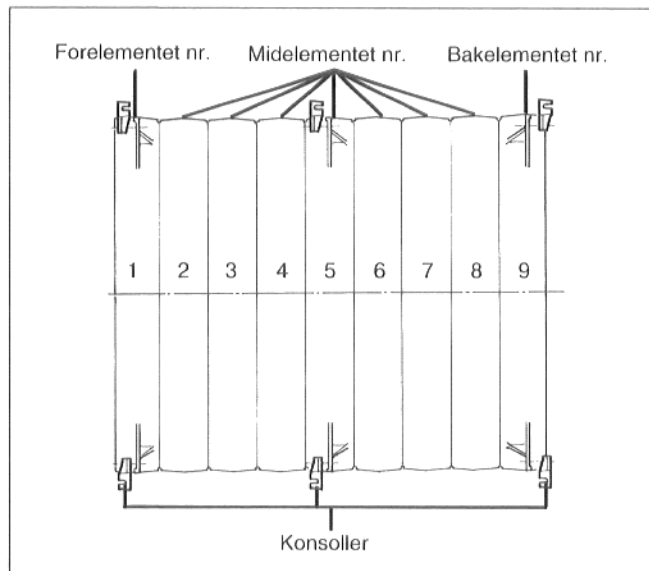
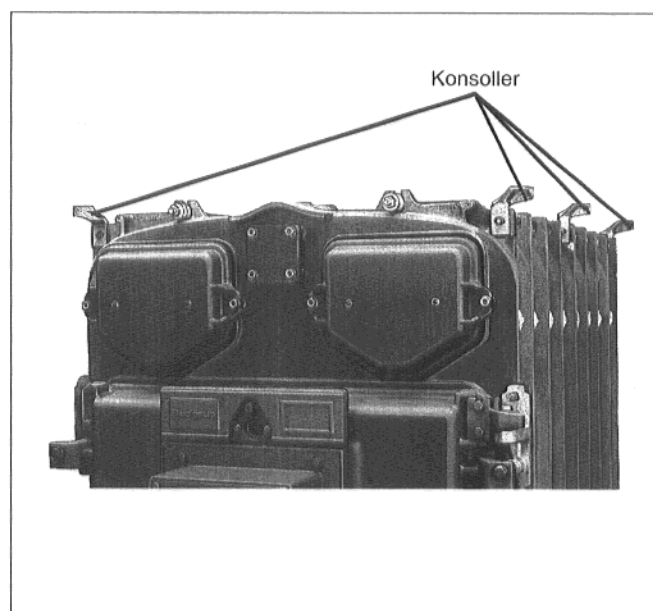

Fig. 33 Sett ovenfra, kjeleblokk 9 elementer med konsoller
Fig. 35
- Konsollene for kjelemantelen skrues løst på venstre og høyre side av de øvre ribbene til kjeleelementene i henhold til tabell 9.1 og fig. 33 og fig. 35.